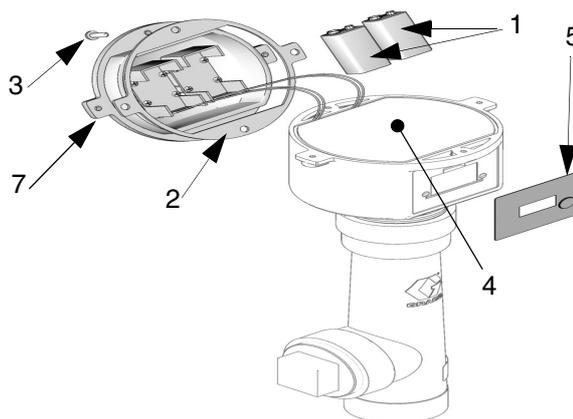
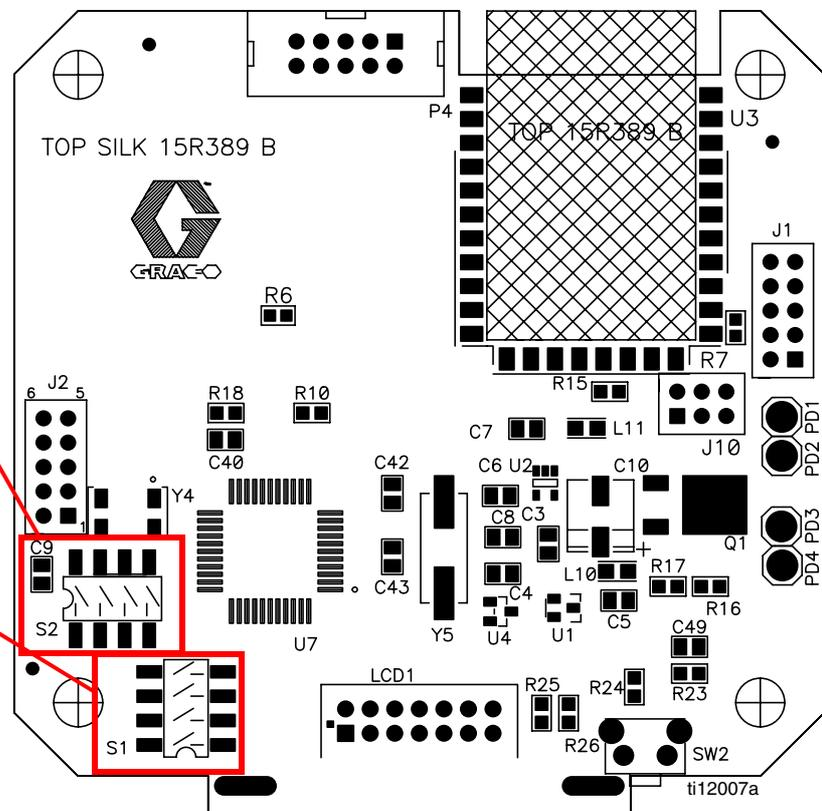
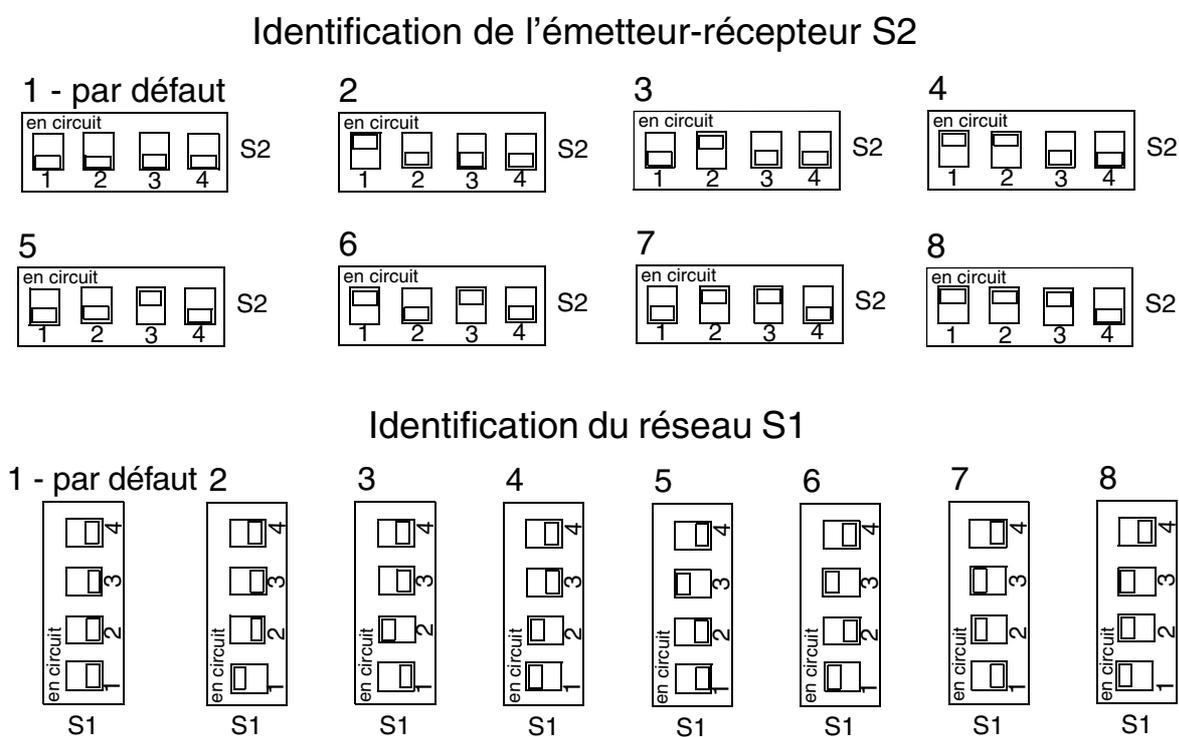

FIG. 1
FIG. 2
FIG. 3
Il y a 8 identifications de réseau et 8 identifications d'émetteur-récepteur possibles en changeant la position des interrupteurs à positions multiples. Les huit positions sont identifiées comme 1, 2, 3, 4, 5, 6, 7 et 8. Voir FIG. 2 et FIG. 3 aux pages 4 et 5.
(Sauf indication contraire, pour les instructions suivantes, Référez-vous aux FIG. 1 et FIG. 2)
- Retirez la protection en plastique sur le couvercle (5) sur l'écran de TLM qui a été utilisé pour l'expédition et jetez-la.
- Retirez les quatre vis (3) qui maintiennent en place le couvercle du contrôleur du réservoir (7).
- Enlevez le couvercle (7).
- Enlevez la mousse isolante (4) pour accéder à la carte de circuit imprimé.
- Si elles sont installées, enlevez les piles (1).
- Définissez les paramètres de S1 et S2 pour correspondre à ceux de l'émetteur-récepteur avec lequel communiquera ce TLM (FIG. 2 et FIG. 3).
FIG. 3 pour les configurations de paramètres du commutateur à positions multiples.